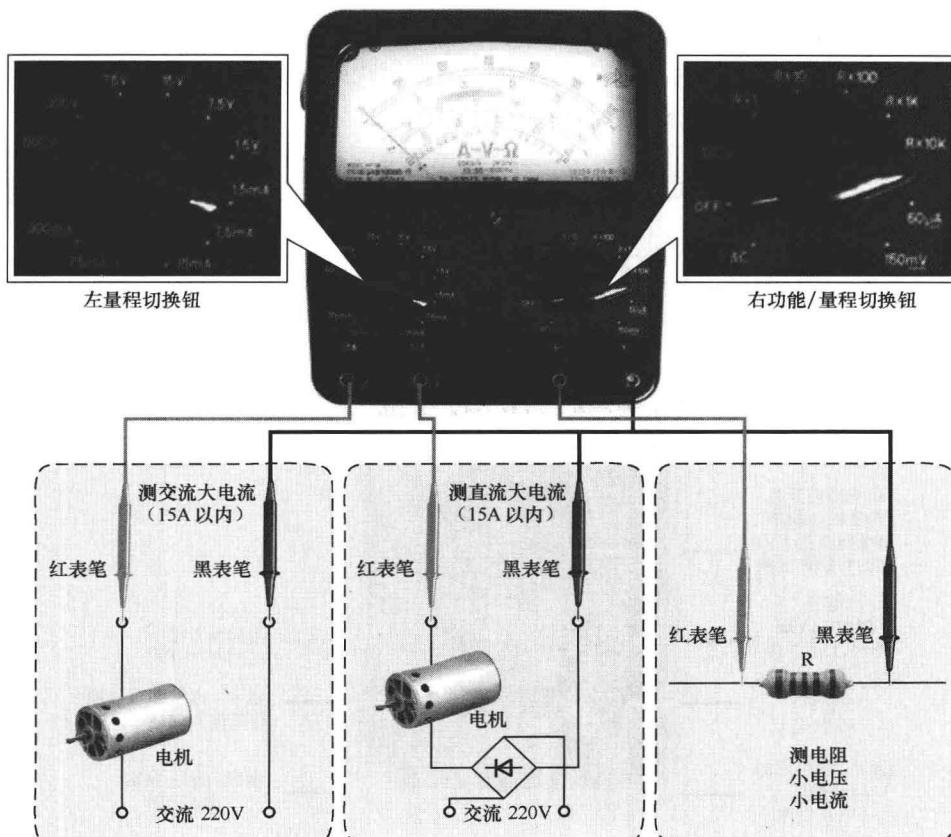

图 1-6 双旋钮指针式万用表
- ② 双旋钮指针式万用表。图 1-6 所示为典型的双旋钮指针式万用表，与单旋钮指针式万用表不同的是，它是通过左右两个旋钮设置不同的测量项目和挡位。